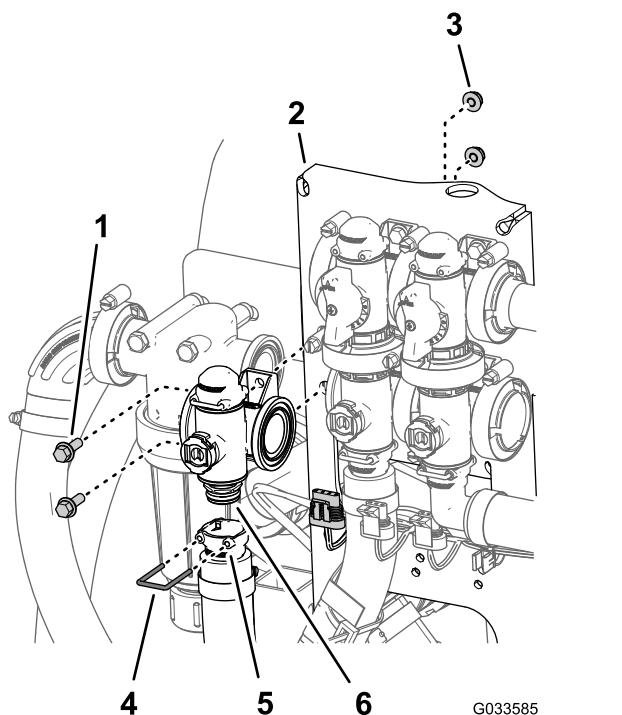

図 99
2. 散布量制御バルブ用のマニホールドカップリングに出口フィッティングを固定しているリテーナを外す 図 99。
3. 散布量制御バルブをバルブマウントに固定しているフランジヘッドボルト $\frac{1}{4} \times \frac{3}{4}$ "2本とフランジロックナット $\frac{1}{4}$ "2個を外してバルブマニホールドを機体から取り外す 図 99。